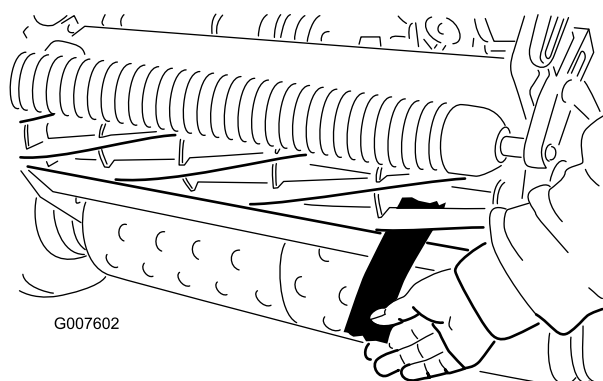

Figura 40
4. Inserite una lunga striscia di carta di giornale tra il cilindro e la controlama (Figura 40) da un'estremità della parte anteriore del cilindro. Girate lentamente il
6. Al termine della messa a punto, controllate se il cilindro è in grado di pizzicare la carta inserita dalla parte anteriore, e se la taglia quando viene inserita ad angolo retto rispetto alla controlama (Figura 40). Dovreste riuscire a tagliare la carta con un contatto minimo tra la controlama e le lame del cilindro. In caso di resistenza del cilindro eccessiva (superiore a 0,79 Nm) dovreste lappare o affilare l'apparato di taglio, al fine di disporre dei bordi affilati necessari per un taglio di precisione; vedere il manuale &ToroShort per l'affilatura del cilindro.